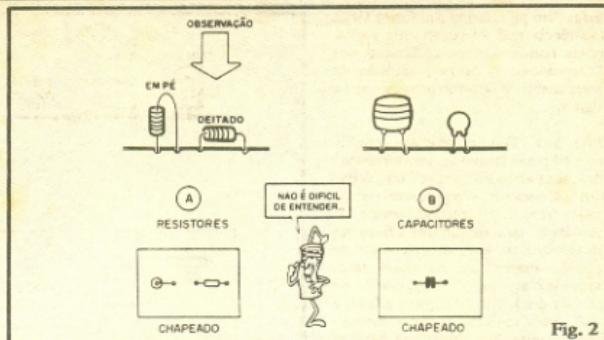

Fig. 2
- FIG. 2-A - Os resistores podem ser montados "em pé" ou "deitados" sobre o lado não cobreado da placa. A figura mostra as representações adotadas para os dois casos. De modo geral, usamos a montagem "em pé" quando queremos economizar área (centrífregem quadrada) na placa.
- FIG. 2-B - Capacitores (no exemplo são vistos um poliéster e um disco cerâmico...) são, quase sempre, mon-